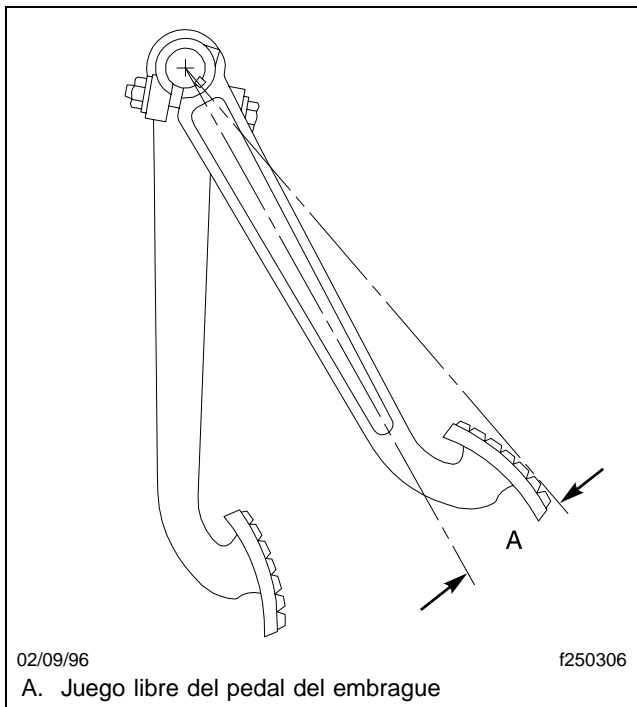

Figura 11.9, Juego libre del pedal del embrague
21. Los indicadores principales para determinar si hay desgaste del embrague son el juego libre del pedal del embrague y la compresión (el apriete) del freno de embrague. El juego libre del pedal del embrague es una resistencia reducida que se siente en la parte superior del recorrido del pedal de embrague. Vea la **Figura 11.9**. Con el pedal de embrague dentro de este intervalo, el embrague está completamente acoplado, y la única resistencia al movimiento del pedal del embrague es la fuerza del resorte de retorno. Si el juego libre del pedal del embrague, medido en el pedal,